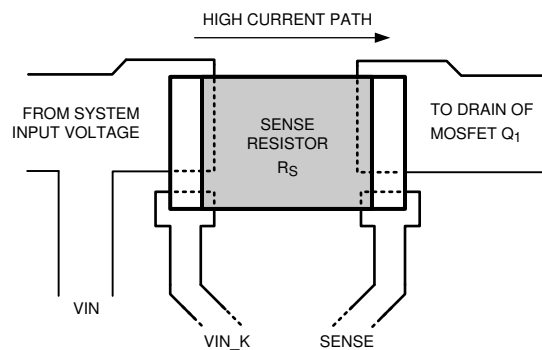

図 8-22. センス抵抗の接続
5. センス抵抗 (R_{SNS}) は、LM5066Hx の近くに配置する必要があります。トレースでは、センス抵抗の VIN パッドと Q_1 パッドを、それぞれ VIN_K ピンと SENSE ピンに接続する必要があります。 R_{SNS} を、図 8-22 に示すケルビン手法を使用して接続します。